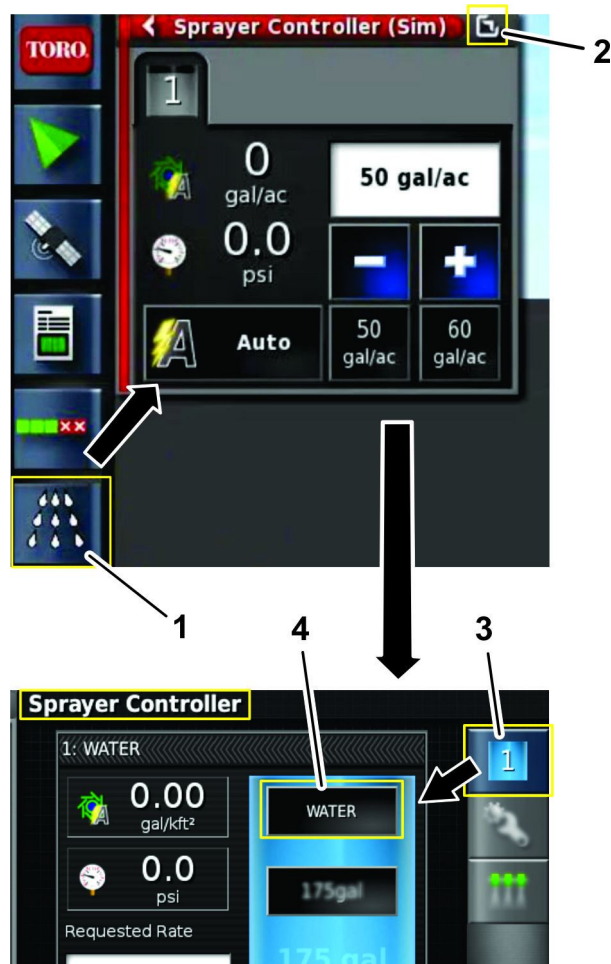

Figura 26
2. Premete l'icona Controllo dell'irroratrice ed espandete il pannello di controllo dell'irroratrice (Figura 26).
3. Premete l'icona ECU 1 (Figura 26).
4. Premete l'icona CCONFIGURAZIONE PRODOTTO (Figura 26).